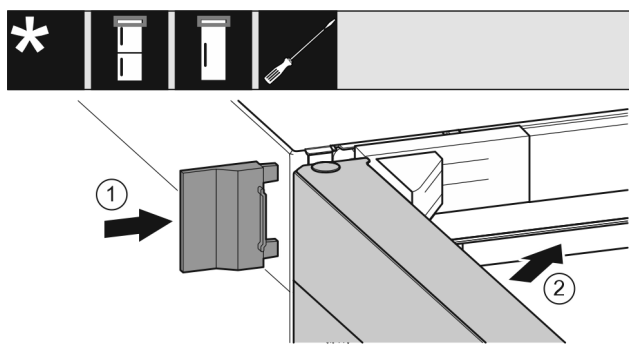

Fig. 41
- Äußere Abdeckung Fig. 41 (1) aufschieben.
- Obere Tür Fig. 41 (2) schließen.